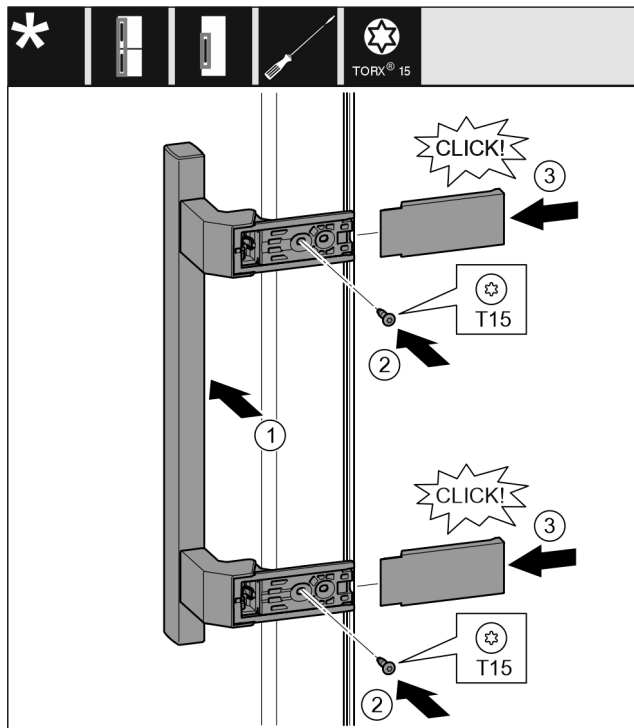

Fig. 29
- ▶ Držadlo nasadíte na opačnú stranu. Fig. 29 (1)
- ▶ Skrutkovačom T15 pevne zaskrutkujte skrutky. Fig. 29 (2)
- ▶ Kryty nasadíte a nasuňte z boku. Fig. 29 (3)